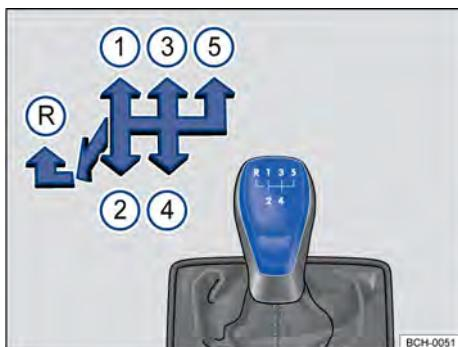

Fig. 93 Esquema de troca de marchas da transmissão manual de 5 marchas.
As posições de cada uma das marchas estão representadas na alavancas de troca de marcha → Fig. 93.
- Empurrar a alavancas de troca de marcha totalmente para a esquerda e depois para frente até a posição da marcha a ré → Fig. 93 .